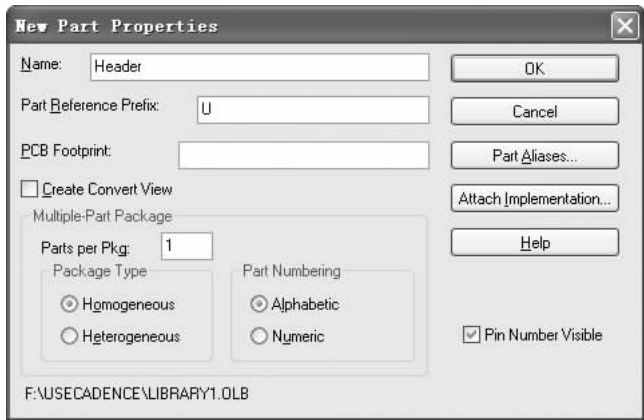

图 2-9 “New Part Properties（新建元件属性）”对话框
1. 选中新建的库文件“Library1”，选择菜单栏中的“Design（设计）”→“New Part（新建元件）”命令或单击右键在弹出的快捷菜单中选择“New Part（新建元件）”命令，弹出如图 2-9 所示的“New Part Properties（新建元件属性）”对话框。